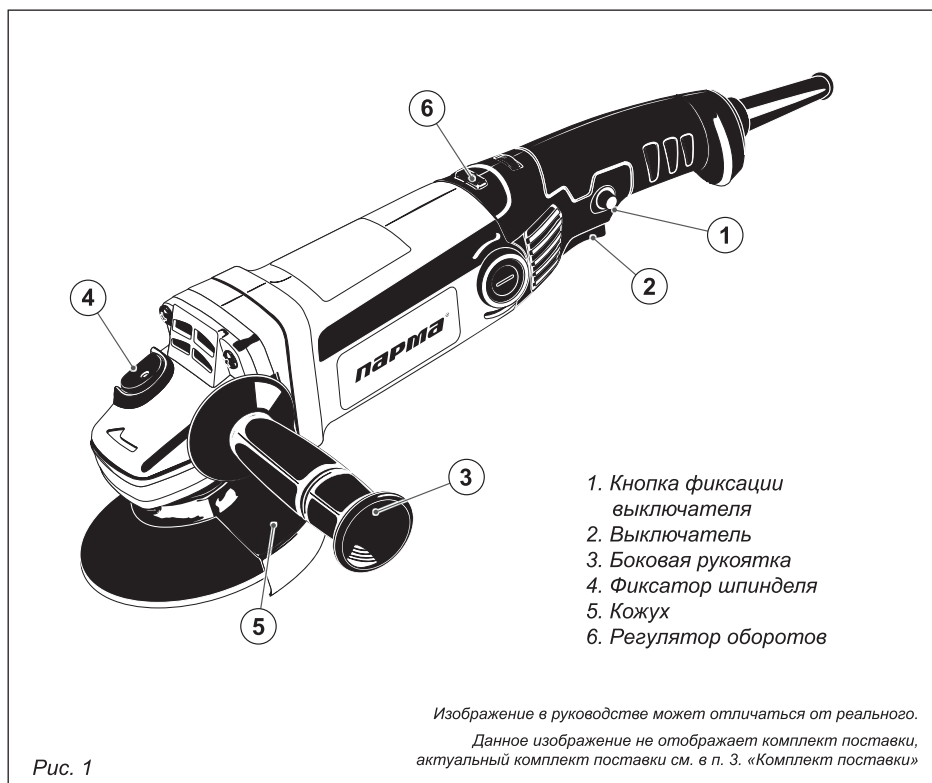

Рис. 1
3. УСТРОЙСТВО ШЛИФОВАЛЬНОЙ МАШИНЫ (рис. 1)